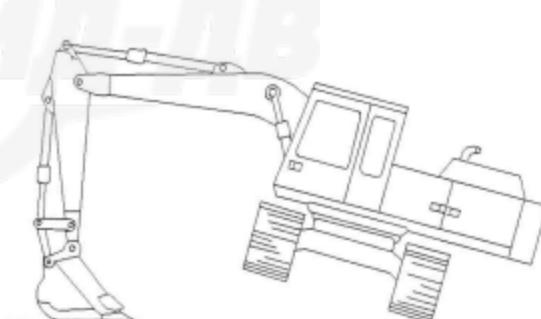

Рис. 6
- Поднимите какую-либо гусеницу над землей. Смотрите рисунок 6.